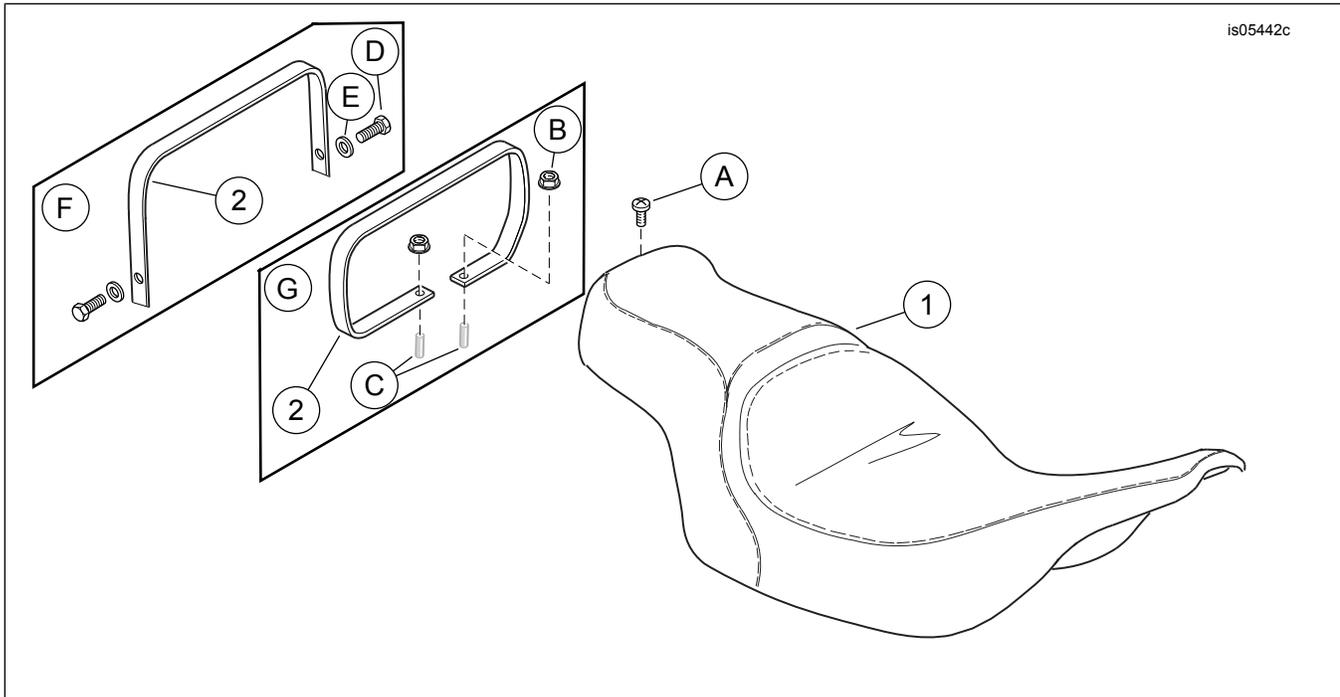

Figura 7. Parti di ricambio: Sella riscaldata
Per il contenuto del kit, vedere Figura 7 e Tabella 1.
1. Vedere Figura 7 Rimuovere vite (D), rondella (E) ed estremità della cinghia di appiglio. Mettere da parte la bulloneria per la successiva installazione.
2. Vedere Figura 7 Rimuovere la vite Phillips con la rondella di sicurezza (A) dalla parte posteriore della sella appena montata. Tirare indietro la sella per staccarla. Conservare la vite
- b. Vedere Figura 7. Installare la vite della cinghia di appoggio (D) e la rondella (E). Serrare.